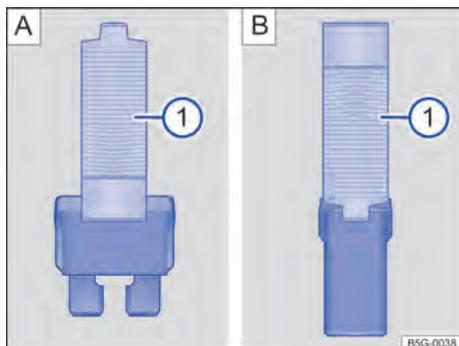

Fig. 176 Retirar ou colocar o fusível com a pinça de plástico: **A**): fusível plano, **B**): fusível de bloqueio.
- Se necessário, retirar a pinça de plástico → Fig. 176 **A**) ① da cobertura da caixa de fusíveis.
- De acordo com a versão do fusível, colocar as garras adequadas do alicate plástico → Fig. 176 **A**) ① ou → Fig. 176 **B**) ① lateralmente no fusível.